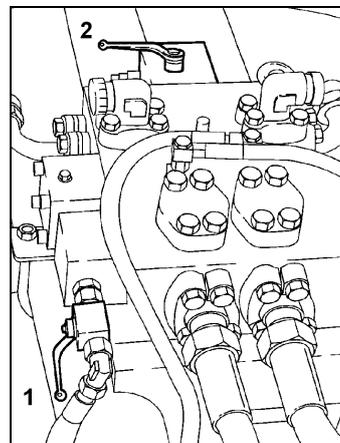

Fig. 1
El **servicio de trabajo** solamente está admisible estando el grifo esférico 2 (Fig. 1) en la **posición de servicio (I)**.